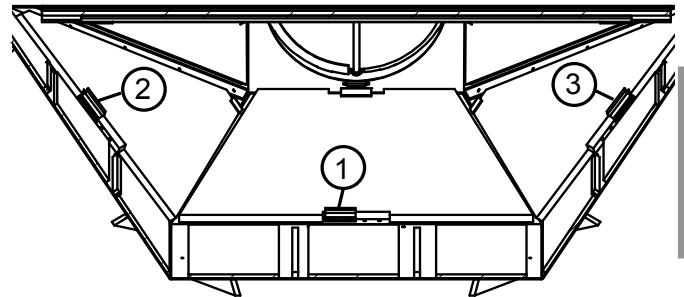

FIG.1
- C. Dévissez les dispositifs de retenue supérieurs et inférieurs à l'intérieur du cadre de porte. **(FIG.1)**
- A. Insérez la poignée et soulevez légèrement l'écran pour pouvoir retirer les 2 vis sur le fond à l'intérieur du cadre de l'écran, voir la figure 1.
- A. Retirez les vis des supports et enlevez le panneau arrière de la chambre de combustion en le faisant glisser. Répétez pour les deux panneaux latéraux. (FIG.1)